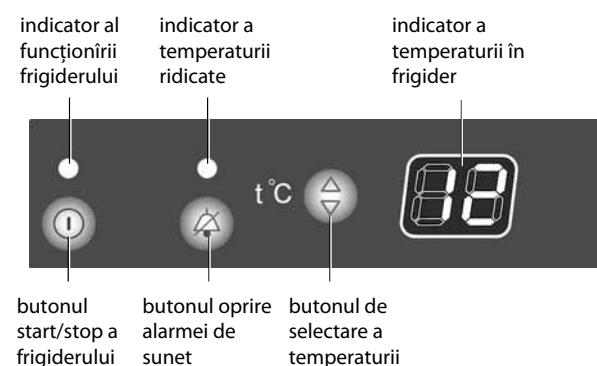

Figura 3
**2.1.1** Gheştionați funcționarea frigiderului apăsând butoanele corespunzătoare ale unității de comandă, în conformitate cu figura 3.
**2.1.2** Indicatoarele LED așa cum se arată în Figura 3 indică lucrul/ oprirea frigiderului, temperatura majorată în cameră, indicatorul numeric indică temperatura selectată.
**2.2.1** Porniți frigiderul apăsând butonul ① așa cum se arată în figura 3 - se va aprinde indicatorul funcționării frigiderului și începe să clipească litera «H» pe indicatorul numeric de temperatură.
**2.3.1** Setarea temperaturii se produce prin apăsarea butonului în conformitate cu figura 3. Pe display-ul digital al temperaturii va începe a clipi indicația temperaturii în grade Celsius. După apasarea repetată a butonului valoarea numerică a indicatorului crește pînă la valoarea maximă, și apoi se resetează la valoarea cea mai mică.
**2.4.1** Dacă uşa frigiderului este deschisă mai mult de 60 de secunde, se va aude semnalul audio. Soneria se va opri după închiderea uşii, apăsarea butonului (cu uşa deschisă), aşa cum se arată în figura 3, sau când opriţi frigiderul.